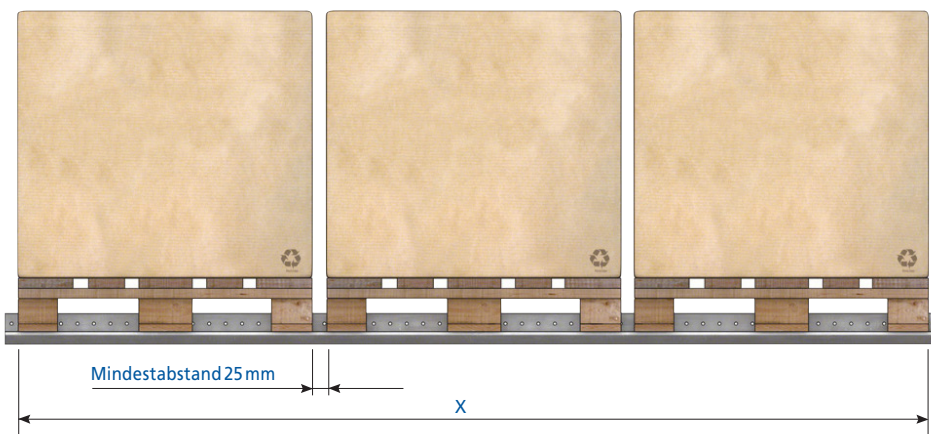

Abb. 4
- X: die Gesamttiefe aller Paletten (einschließlich der Abmessungen der Ladung, falls diese übersteht), plus ein Mindestabstand von 25 mm pro Ladeinheit (Abb. 4).
Für die Ermittlung der Kanaltiefe ist das gleiche Kriterium anzuwenden wie bei den GP-Schienen (Abb. 4).